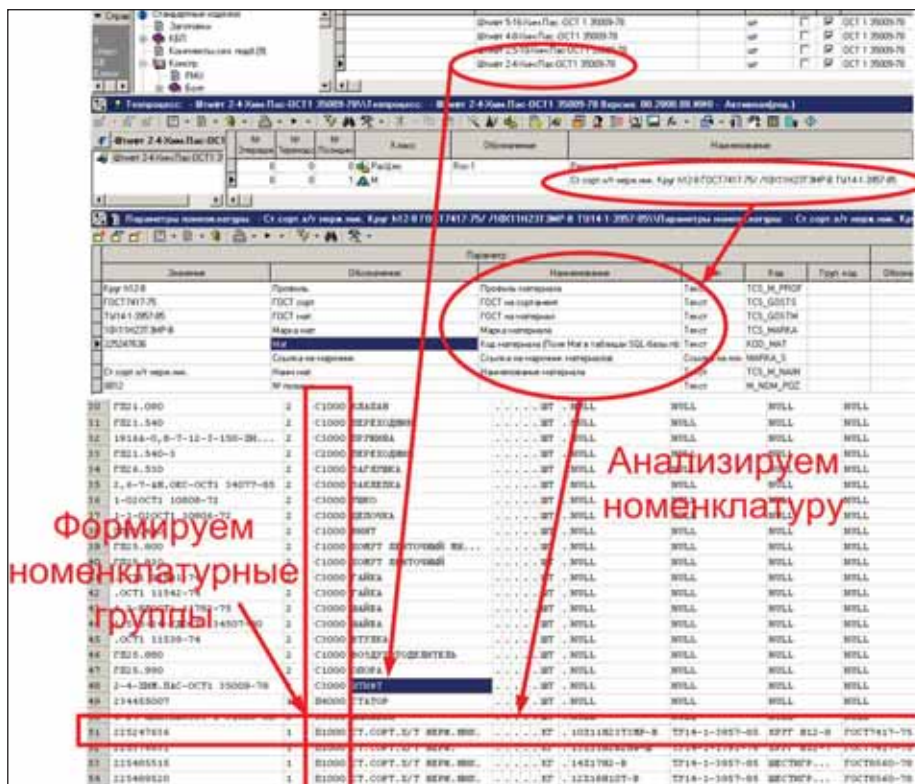

Рис. 3. Анализируем номенклатуру
- номенклатуру при передаче в ВААН можно анализировать — и формировать номенклатурные группы (рис. 3);